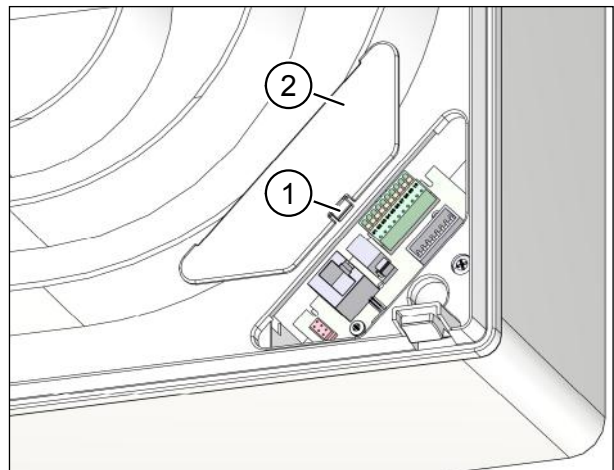

Abb. 3: Netzwerkdeckel abnehmen
- ▶ Drücken Sie den Rasthaken (Pos. 1 in Abb. 3) des Netzwerkdeckels (Pos. 2 in Abb. 3) leicht zur Gerätemitte und heben Sie den Netzwerkdeckel ab.
- ▶ Setzen Sie den Netzwerkdeckel (siehe Pos. 2 in Abb. 3 auf Seite 9) wieder ein.